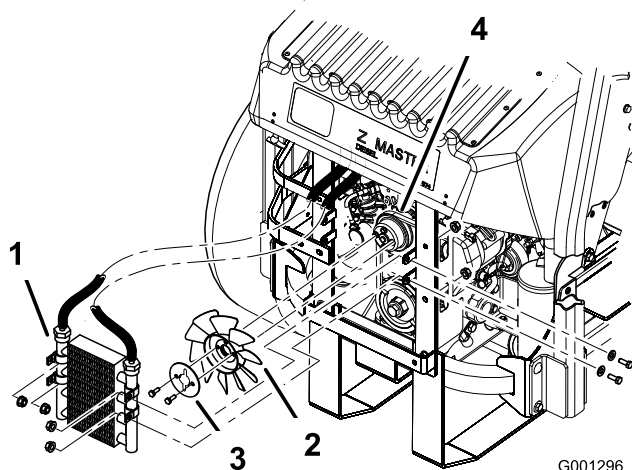

Bild 61
- Nehmen Sie die vier Schrauben ab, mit denen der Ölkühler befestigt ist. Positionieren Sie den Ölkühler seitlich (Bild 61).
- Nehmen Sie die zwei Schrauben ab, mit denen der Lüfter und die Lüfterplatte an der Maschine befestigt ist (Bild 61).
- Montieren Sie den Lüfter und die Lüfterplatte mit den zwei vorher entfernten Schrauben (Bild 61).
- Montieren Sie den Ölkühler mit den vier vorher entfernten Schrauben (Bild 61).